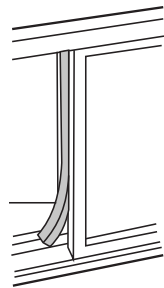

fig. 15
3. Snijd het schuim afdichting tot een geschikte lengte en de zee de open ruimte tussen de bovenste venster schuifraam en buitenste raam sjerp. Getoond als in Fig.15.